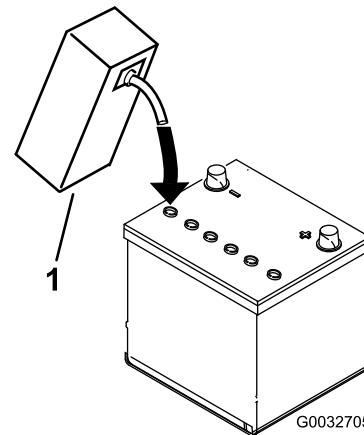

Figure 7
3. Versez de l'électrolyte avec précaution dans chaque élément jusqu'à ce que les plaques soient recouvertes d'environ 6 mm de liquide (Figure 7).
4. Attendez environ 20 à 30 minutes pour donner le temps aux plaques de s'imprégnier d'électrolyte. Faites l'appoint au besoin pour faire monter le niveau de liquide à environ 6 mm en dessous du creux de remplissage (Figure 7).